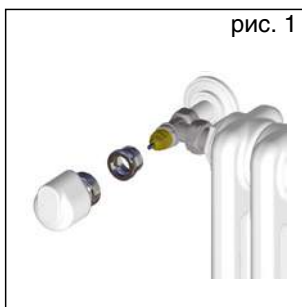

рис. 1
- Для установки головки на вентиль нужно снять пластиковую регулируемую ручку с корпуса вентиля, пластиковый кронштейн и завинтить адаптер код 1941 (Рис. 1).